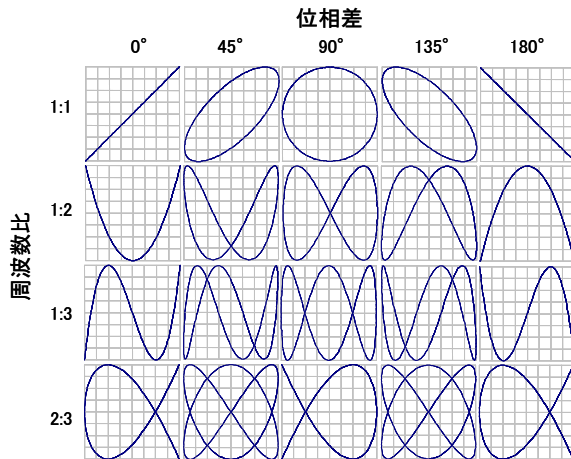
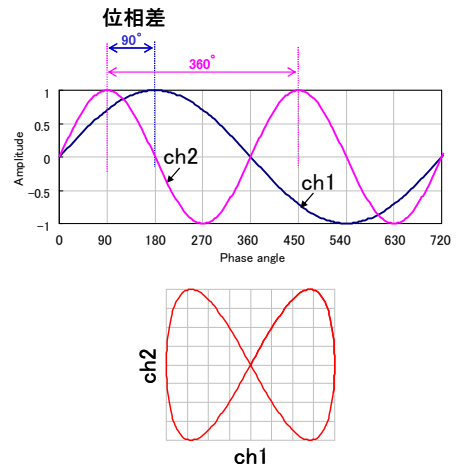

図2. 周波数と位相が異なる正弦波が入力されたときのリサージュ図
図3. 周波数比1:2、位相差90°の正弦波(上)が入力されたときのリサージュ図(下)
垂直偏向板に測定したい信号電圧を加え、水平偏向板に信号電圧と同一またはその整数倍の周期を有するのこぎり波を加えると、測定電圧の時間応答を観察することができる。これがオシロスコープの基本的な使い方であるが、水平偏向板に加える波形を信号電圧と同じ波形にすると、図2のように周波数比や位相差によって決まる固有の図形が描かれる。この図形をリサージュ図と呼んでいる。例えば、図3上のように周波数比1:2で位相差90°の正弦波が入力されたときのリサージュ図は図3下のようなになる。
- (5) 2 つの入力波形がはっきり見えるように、LFO の周波数ダイヤルを微調整する。周波数ドリフトの影響で、2 つの波形を完全に静止することはできないのである程度で妥協する。
- (6) 図 2 および図 3 を参照し、データシート 3 に示す要領で位相差が 0°、90° のときの時間波形とリサージュ図形を同時に記録する。
- (7) SG の設定は変えずに、LFO の周波数だけを 2.5 kHz に変えて同様に測定する。この際に Scope1 の SOURCE を CH2 に変えると測定しやすい。